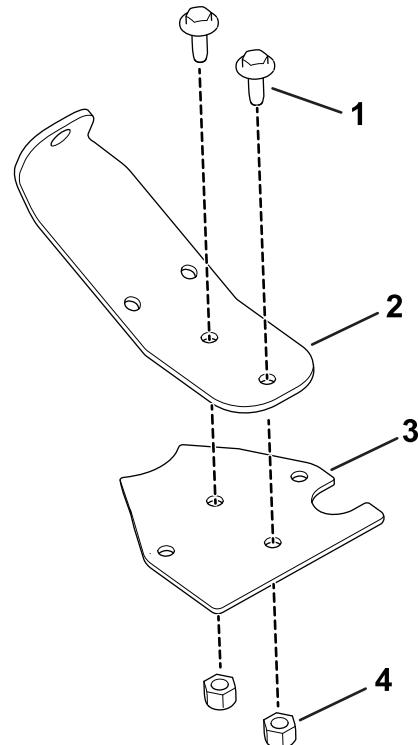

Figura 30
2. Utilice 2 tornillos con arandela prensada ($\frac{1}{4}$ "- 20 x $\frac{5}{8}$ ") y 2 tuercas con arandela prensada ($\frac{1}{4}$ "), para sujetar el soporte de la válvula a la base del arnés (Figura 30).